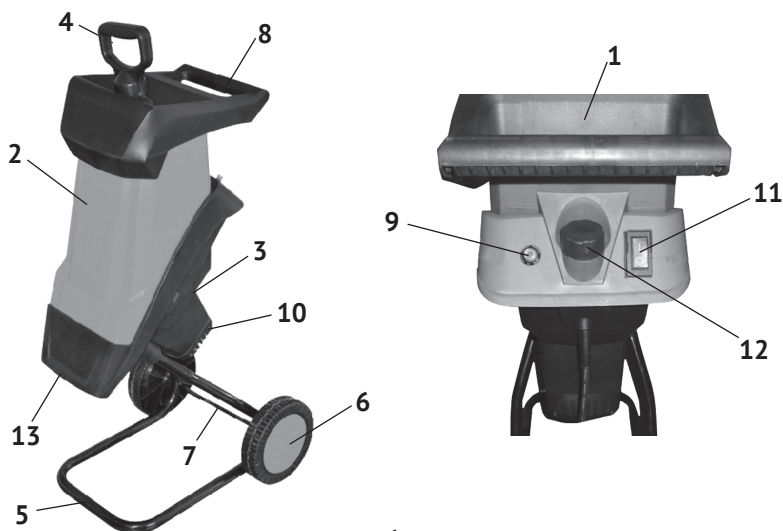

рис.1
1.2 Коллекторный электродвигатель установлен в пластиковом корпусе (рис.1 поз.3). С ведущего шкива вала двигателя ремённой передачей вращение передаётся на шкив ведомый, соосный с двигателем. На выходном шкиве закреплены: с одной стороны, дисбалансер, с другой стороны - поворотный диск с двумя ножами, закреплённый прижимным фланцем и винтом. Основной рабочий инструмент измельчителя – ножи, измельчают подаваемый в загрузочную воронку материал. Крыльчатка двигателя создаёт поток воздуха, который перемещает измельчённые отходы в выходное отверстие.
4.1 Общий вид представлен на рис.1
Электродвигатель, ремённая передача, поворотный диск с ножами закреплены в пластиковом корпусе (рис.1 поз.3), состоящем из двух частей. На внутреннем корпусе крепится загрузочная воронка (рис.1 поз.2), которая при открученном винте крепления (рис.1 поз.12), откидывается назад и обеспечивает доступ к поворотному диску с ножами. Основание (рис.1 поз.5) с колёсами (рис.1 поз.6) является опорой измельчителя при работе. Используя ручку (рис.1 поз.8) загрузочной воронки и колёса, инструмент легко перемещается к месту работы. Для очистки, равномерного распределения подаваемого материала в комплект поставки входит толкатель (рис.1 поз.4) удобной формы. Включение/отключение измельчителя осуществляется выключателем (рис.1 поз.11). Выключатель имеет два фиксированных положения; «I» - включено и «O» - выключено. Инструмент комплектуется автоматическим выключателем (рис.1 поз.9), срабатывающим при перегрузке двигателя.
- перевести выключатель (рис.1 поз.11) в положение «I» - включено и дождитесь пока поворотный диск с ножами не наберёт максимальные обороты;
Двигатель измельчителя защищён от перегрузки автоматическим выключателем (рис.1 поз.9). При срабатывании автоматического выключателя:
- подключите измельчитель к сети и произведите повторный пуск выключателем (рис.1 поз.11).
- открутив 4-е винта снять крышку двигателя (рис.1 поз.10);